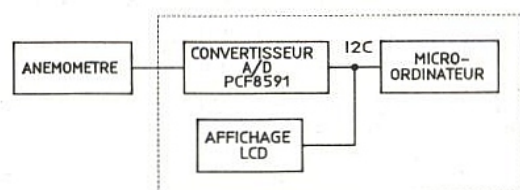

Figure 9
3) relié à un micro-contrôleur via l'I2C (à noter que ce montage peut être considéré comme "universel" pour les applications des capteurs magnétiques), **figure 9**.